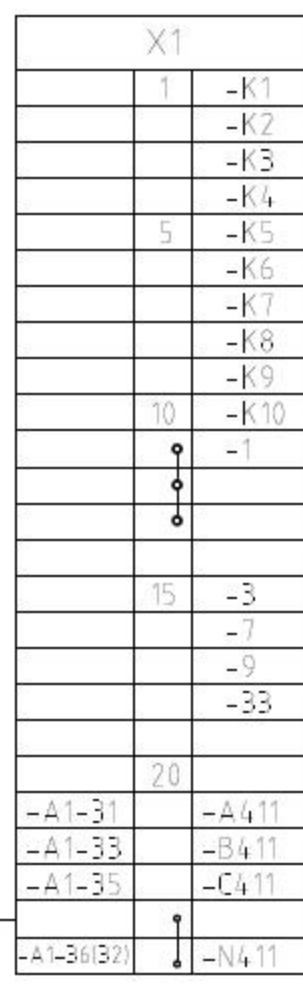

图10-49 标注文字
- 04 调用MT【多行文字】命令，在表格内输入标注文字，结果如图10-49所示。